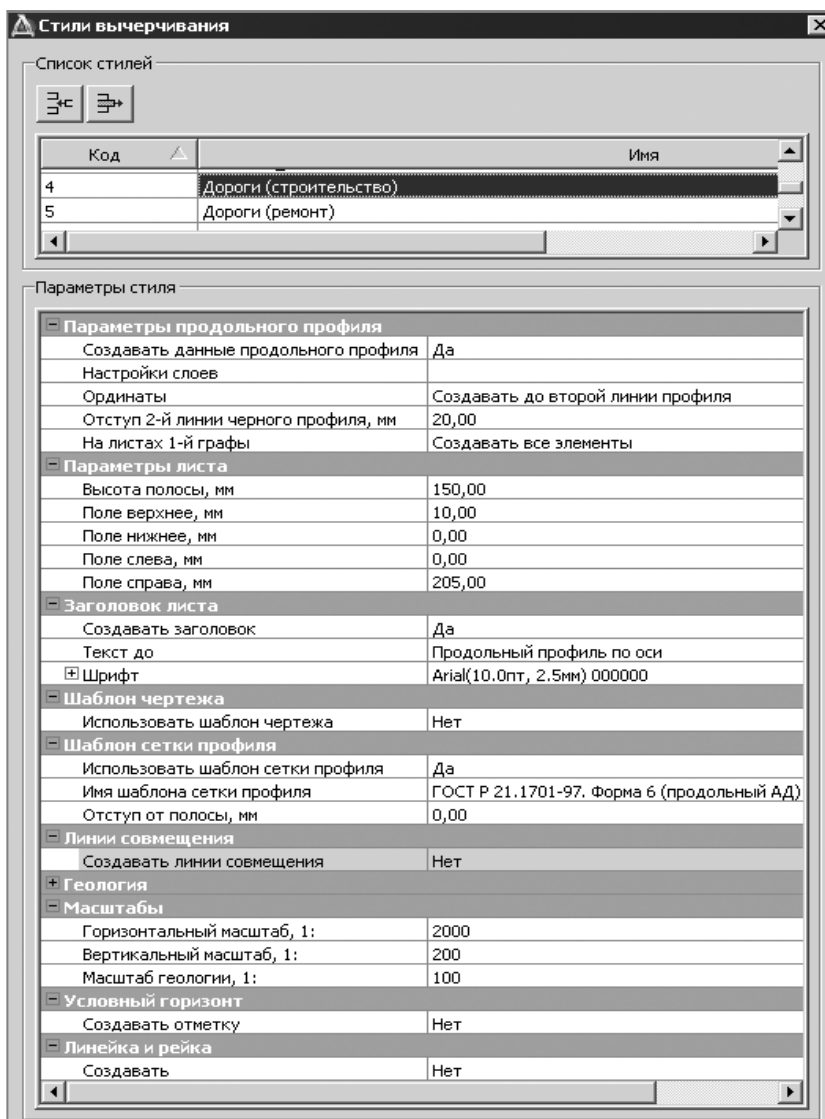

Рис. 30.3
Перед созданием чертежей продольного профиля можно выполнить настройку стилей вычерчивания. Стили создаются, редактируются, удаляются в отдельном диалоге **Стили вычерчивания** (рис. 30.3), который вызывается одноименной командой меню **Сетка чертежей профиля**.
В группе **Параметры листа** (рис. 30.3) задаётся высота полосы для размещения профиля. В соответствии с этой высотой профиль разбивается на фрагменты, которые автоматически смещаются по вертикали.
Он вызывается в поле одноименного параметра команды **Настройка** (кнопка  на локальной панели окна параметров) для методов **Листы чертежа** и **Листы чертежа с детализацией**. В диалоге **Общие параметры для графы** настраиваются те же параметры стиля вычерчивания (рис. 30.3).
2. В открывшемся диалоге в **Списке стилей** выберите стиль – *Дороги (строительство)* (рис. 30.3).